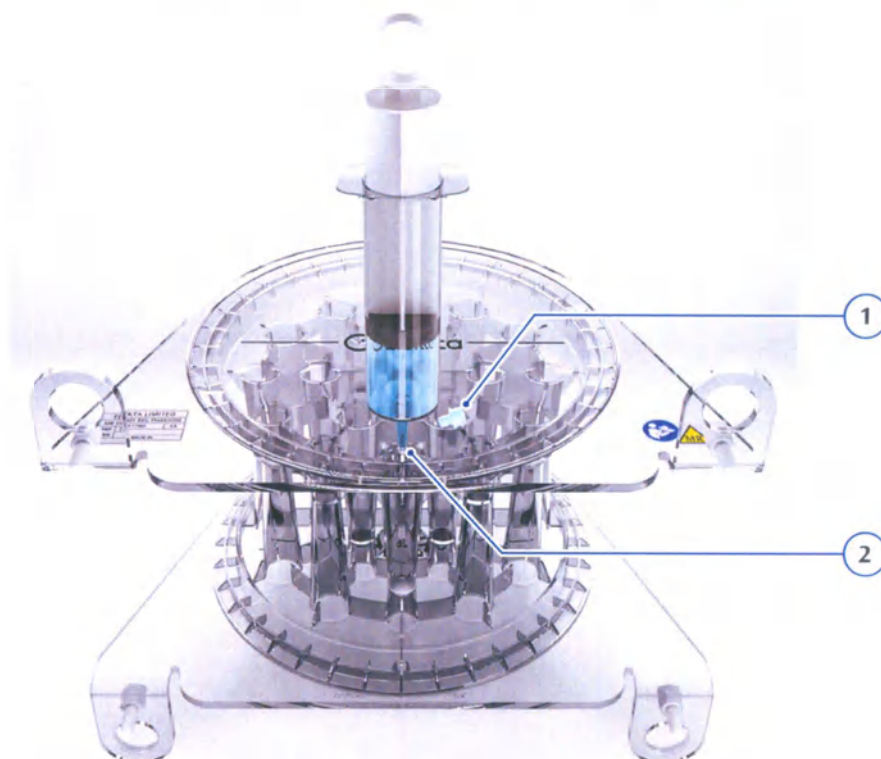

Рис. 7.38 Заполнение фантома для контроля совмещения МР- и МВ-полей
- б Снимите крышку наливного отверстия (1) с наливного отверстия (2) в передней части фантома для контроля совмещения МР- и МВ-полей (см. Рис. 7.38).